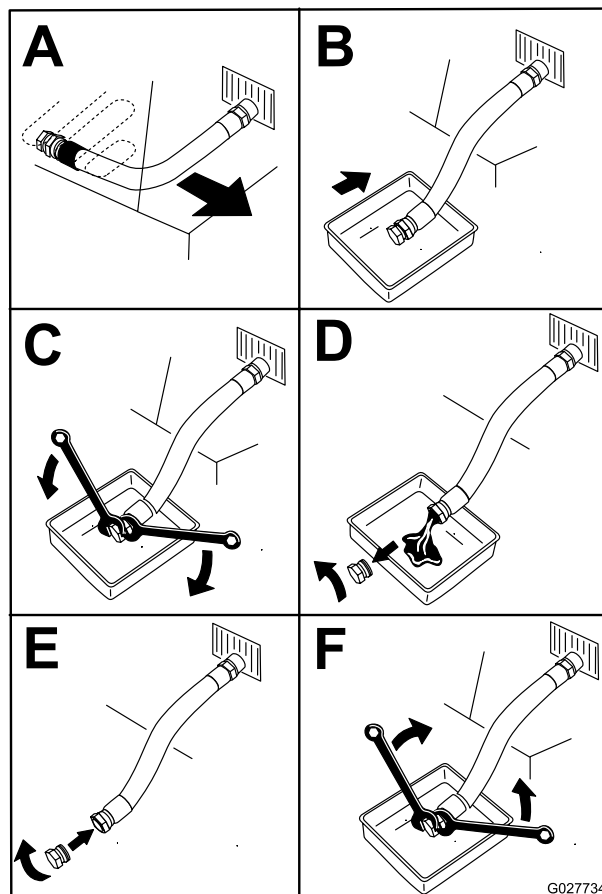

Figura 49
5. Vidangez l'huile moteur (Figura 49).